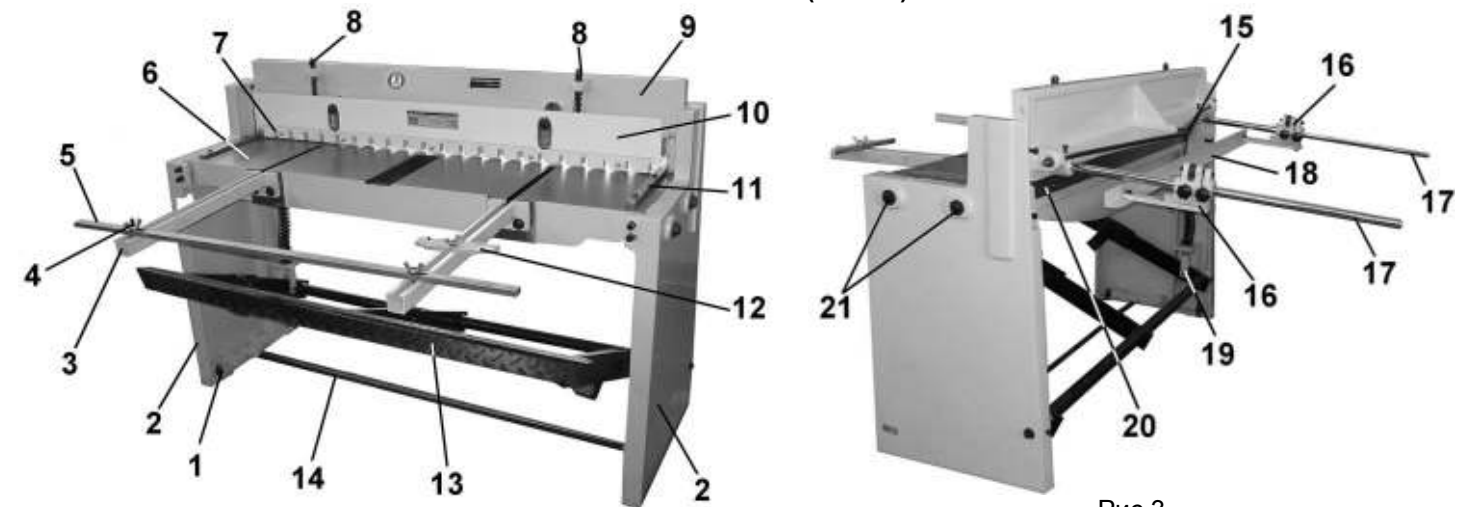

Рис. 2
#### 5. УСТРОЙСТВО (Рис. 2.)
6.4. Демонтируйте поддон, предварительно удалите четыре болта крепления (1), Рис.2.